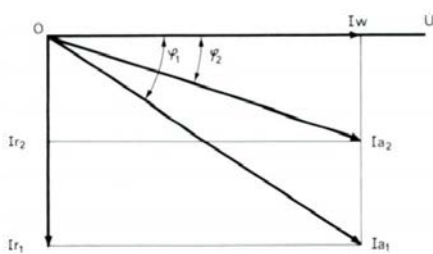

fig. 1
a. intensité plus élevée que celle nécessaire au travail réel fourni. Pour une même intensité (I_w) utilisée par le récepteur (fig. 1) :